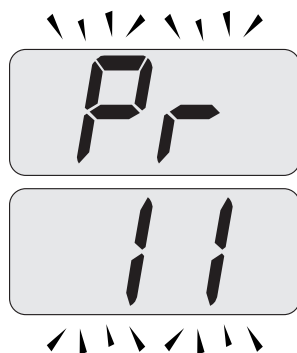

Figura 5.52
- Scorrere i vari parametri utilizzando i tasti 16 o 17 fino a far apparire sul display LCD le lettere **Pr** che si alternano con il codice **11**, indicanti l'entrata nel "parametro 11" (Figura 5.52).
- Premendo contemporaneamente i tasti 15 e 16 (Figura 5.50) si esce senza modificare il valore (ritorno alla lista parametri Figura 5.52)